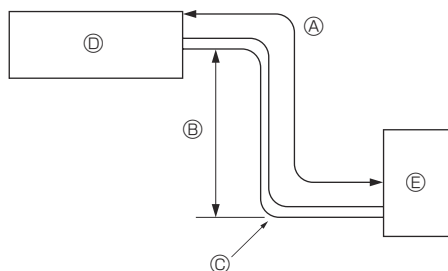

Fig. 2-1
- ① Tubazione lineare.....x1
2.1. Tubazione del refrigerante (Fig. 2-1)